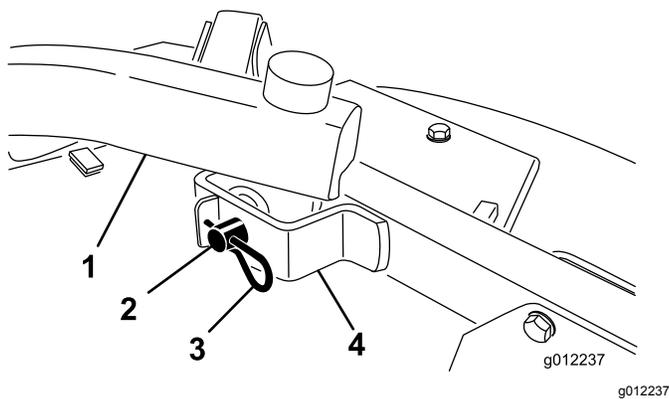

図 22
4. 昇降アームをキャストアームブラケットに固定しているヘアピンコッターとクレビスピンを外す(図 22)。